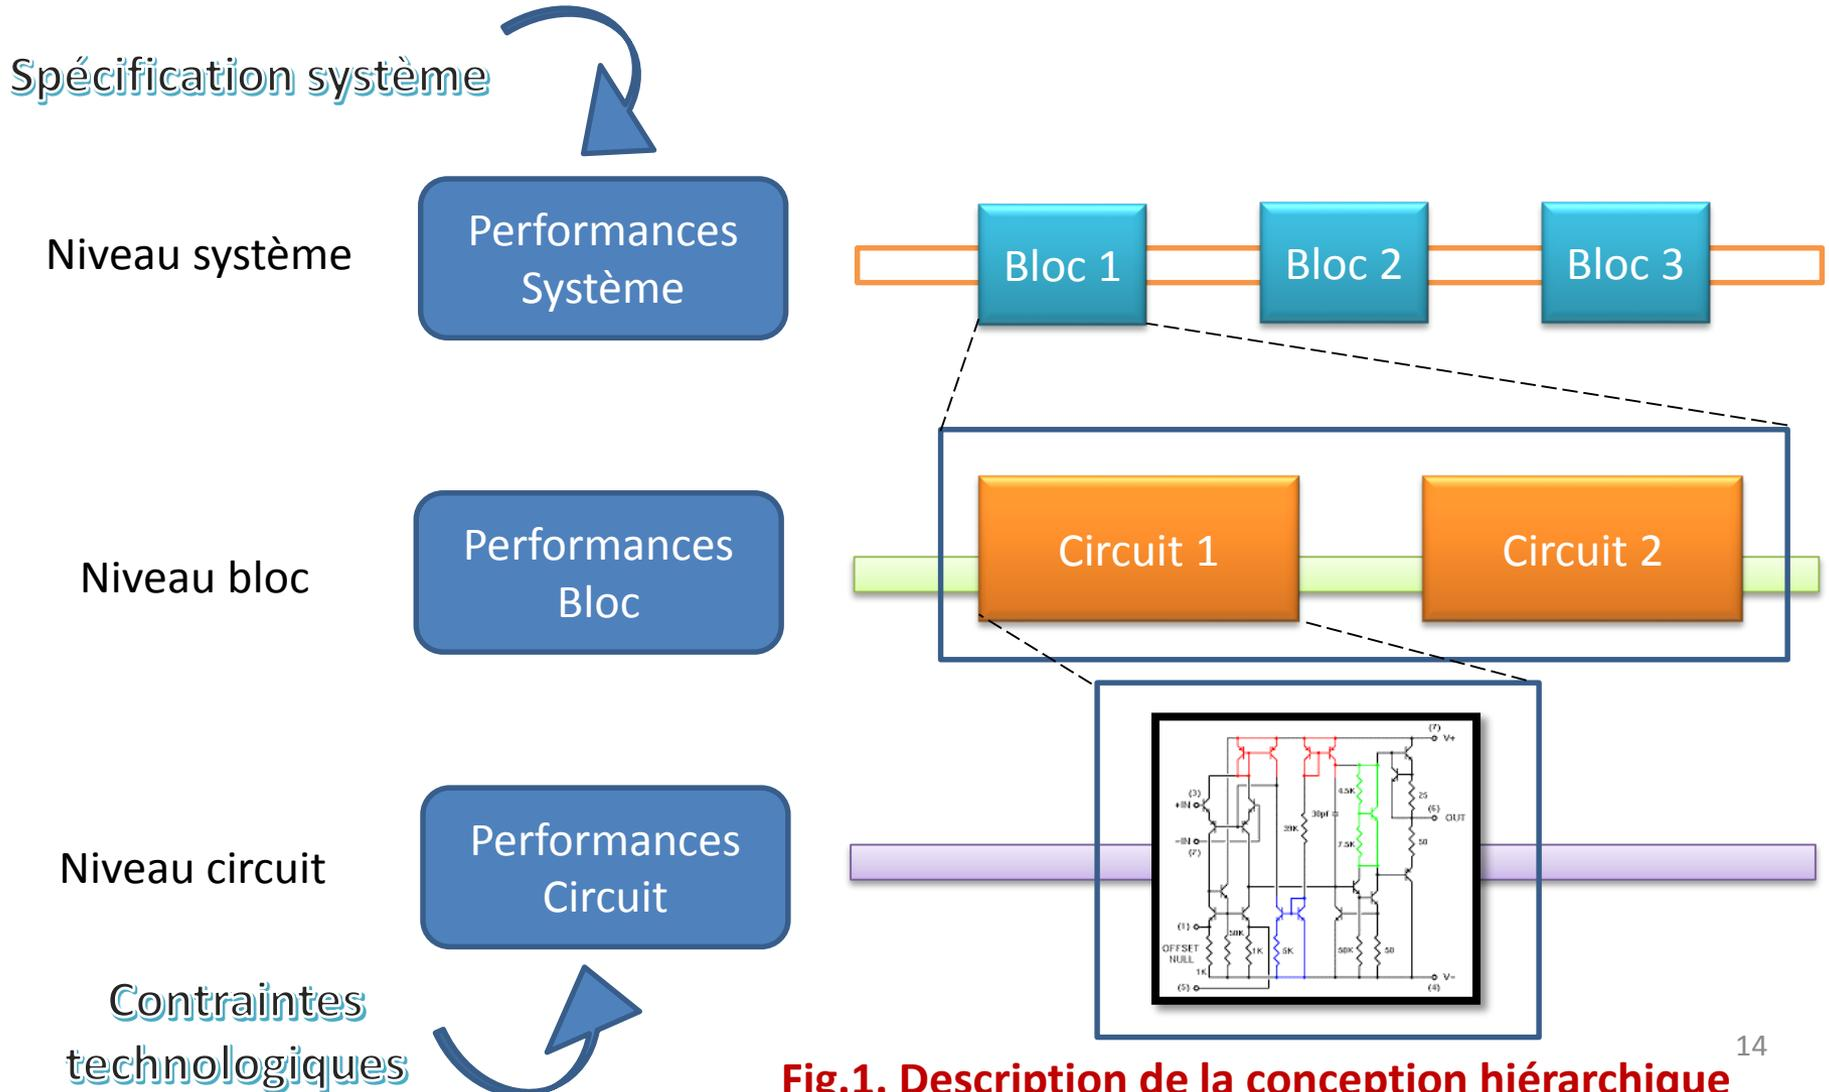

Fig.1. Description de la conception hiérarchique
- ❑ La fig. 1 présente une description générale de la conception hiérarchique en mode descendant. Dans ce cas, le système est décomposé en trois niveaux hiérarchiques :